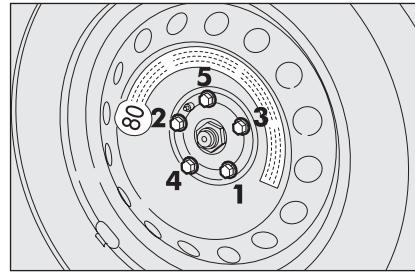

fig. 11
- utilizando la llave en dotación apriete a fondo los tornillos, pasando alternativamente de un tornillo al otro diametralmente opuesto, siguiendo el orden numérico ilustrado en la **fig. 11**.
- utilizando la llave en dotación apriete a fondo los tornillos siguiendo el orden numérico ilustrado en la **fig. 11**.
- baje el coche y quite el gato, luego, utilizando la llave en dotación, apriete a fondo los tornillos siguiendo el orden representado anteriormente para la rueda de repuesto (más pequeña que una rueda normal) **fig. 11**.